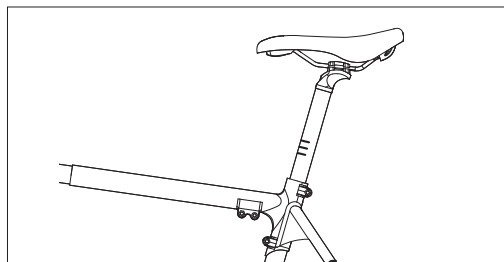

Figura 3-2
- Regolare l'altezza della sella in base alla propria altezza. Non superare il limite massimo di altezza della sella, come indicato nella **Figura 3-2**. Quindi serrare i bulloni **F** e **J**.